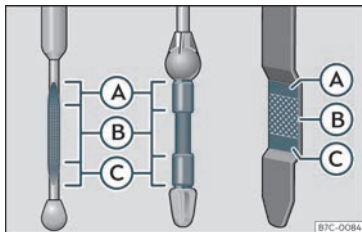

Fig. 204 Asta di misurazione livello olio motore.
- In seguito, estrarla di nuovo e controllare il livello dell'olio»» fig. 204. Se necessario, procedere al rabbocco.
- Quando il livello raggiunge almeno la zona >>> **fig. 204 (B)**, avvitare attentamente il tappo del bocchettone di rifornimento >>> **!**.
Se il livello dell'olio si trova al di sopra della zona >>> **fig. 204 (A)**, non avviare il motore. Pericolo di danni al motore e al catalizzatore! Rivolgerti presso un'officina specializzata.
Il livello dell'olio non deve in nessun caso essere al di sopra dell'area >>> **fig. 204 (A)**. L'olio in eccesso potrebbe altrimenti essere aspirato attraverso lo sfiato del basamento ed essere liberato nell'atmosfera attraverso l'impianto di scarico.